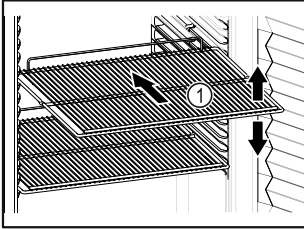

Fig. 58 Voorbeeld
- Indien de legroosters Fig. 58 (1) verplaatsbaar zijn, deze aan de hoogte aanpassen.